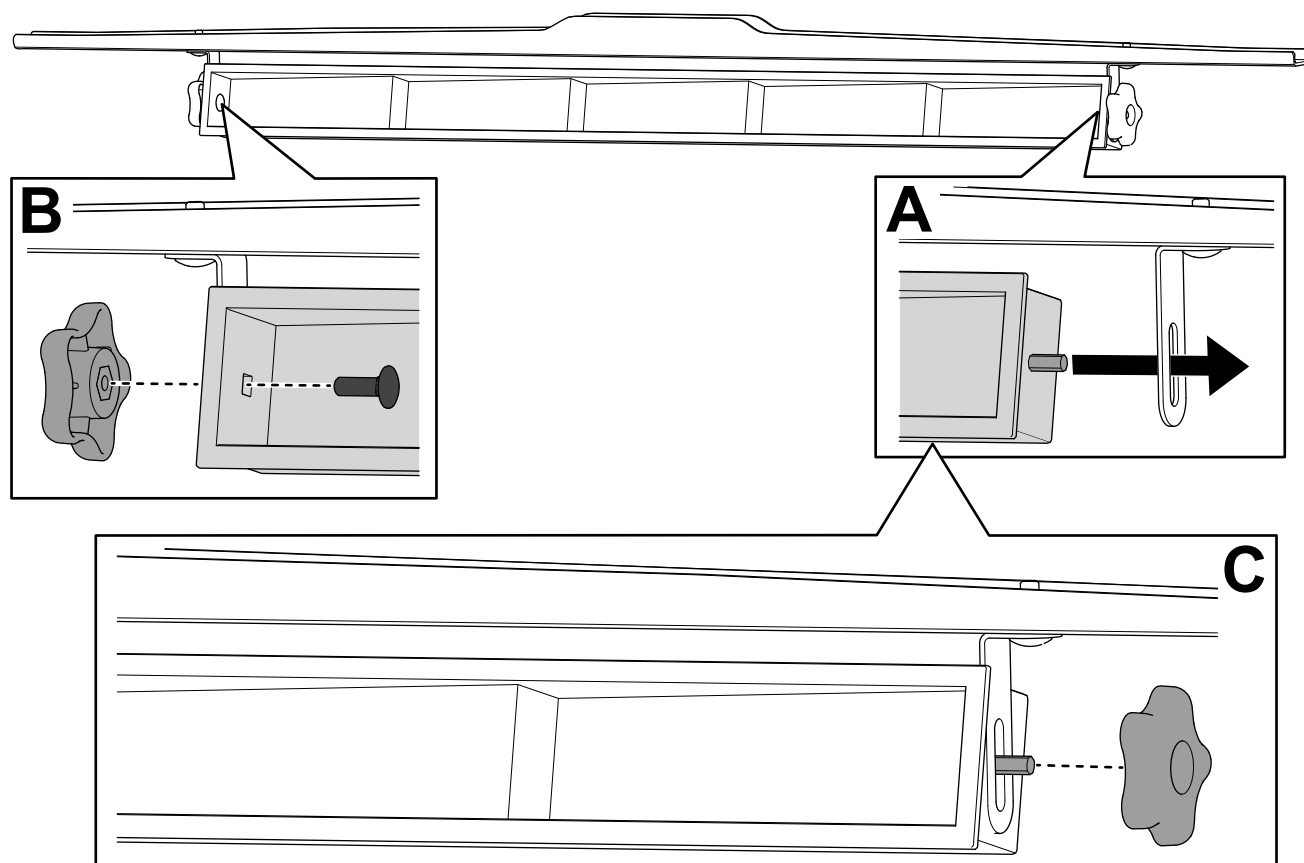

Figure 6
1. Glissez le rétroviseur sur le support de rétroviseur (A de la Figure 6).
2. Fixez le côté gauche du rétroviseur grand angle au support de rétroviseur à l'aide d'un boulon de carrosserie ($\frac{1}{4} \times \frac{3}{4}$ po) et d'un bouton de guidon (B de la Figure 6).
3. Fixez le côté droit du rétroviseur grand angle à l'aide d'un bouton de guidon (C de la Figure 6).